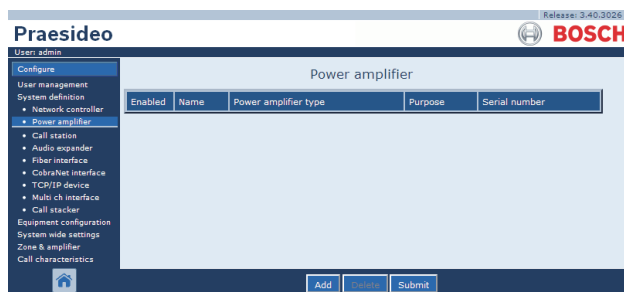

figura 43.4: Nuovo amplificatore di potenza, passaggio 1
- 1 Passare a *Configure > System definition > Power amplifier*. Nella cornice principale dell'interfaccia web, appare una schermata simile a quella in figura 43.4.